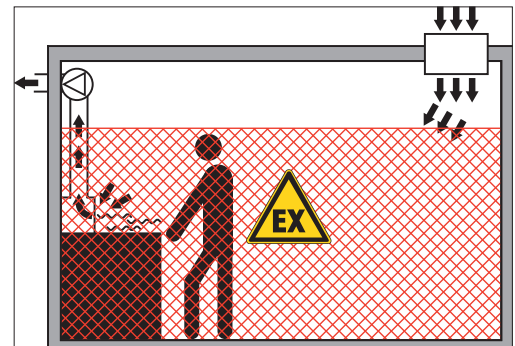

Bild 2: Zone 1 beim Umgang, z.B. Umfüllen.
- Umgang mit leichtbrennbaren Flüssigkeiten: Zone 1, bis 1 m über höchstmöglicher Austrittsstelle, in einem Abstand von 5 m (Bild 2)